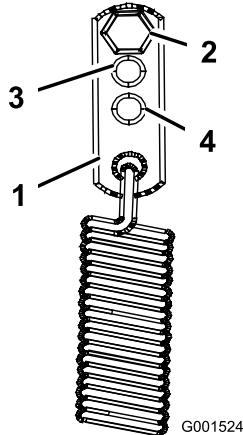

Bild 39
3. Versetzen Sie die Federanker-Lenker für eine schwierige Fahreinstellung in die mittlere oder schwere Stellung (Bild 39). Die Federanker-Lenker sind an der hinteren oberen Ecke der Hydraulikantrieb-Schutzebleche an der rechten und linken Seite der Maschine befestigt.